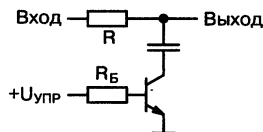

Рис. 4.21. Аттенюатор — или недоразумение?
**РАДИОЛЮБИТЕЛЬ:** В литературе мне встретилось регулирование коэффициента передачи с помощью аттенюатора по рис. 4.21. Только я что-то не могу понять принципа его работы...